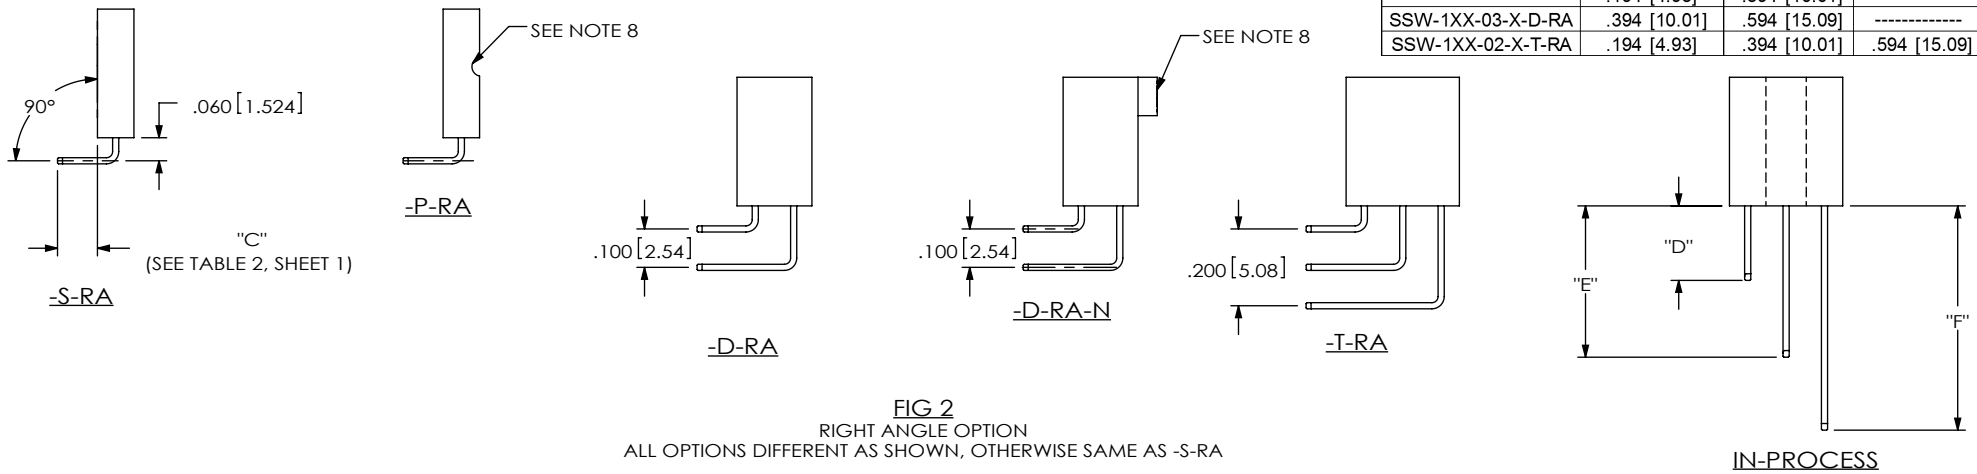

FIG 2
-RA: RIGHT ANGLE (SEE FIG 2, SHT 2)